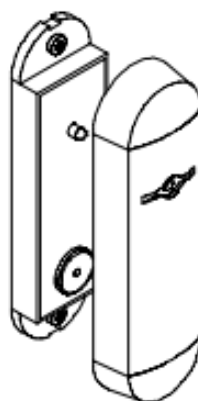

Fig. 3
- Placer le couvercle sur la base en appuyant jusqu'à ce qu'il s'emboîte (fig. 3).